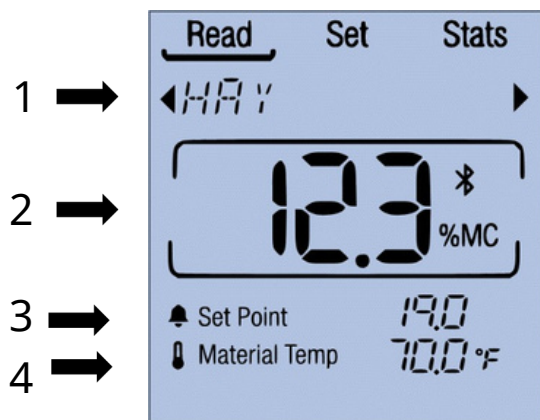

Figura 2: Componentes de la pantalla de lectura
Información: El área de lectura en vivo muestra el valor de humedad corregido de la Material seleccionado, corregido según la temperatura del material (3). (Ver figura 2 arriba).